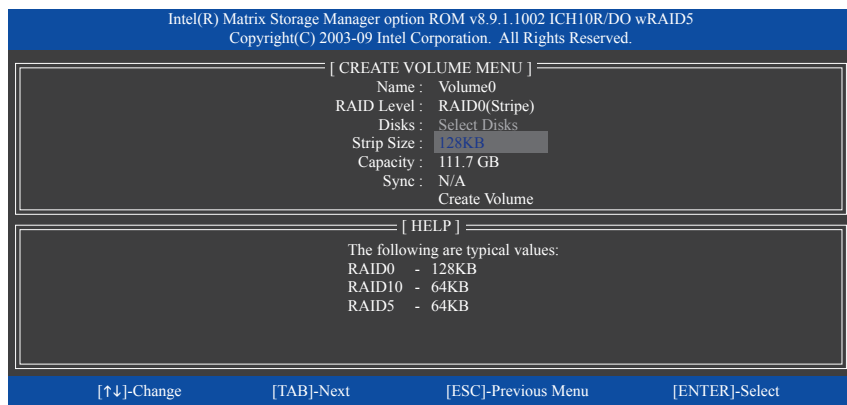

図 5
**Disks** アイテムの下で、RAID アレイに含めるハードドライブを選択します。取り付けられたドライブが 2 しかない場合、ドライブはアレイに自動的に割り当てられます。必要に応じて、ストライプブロックサイズ (図 5) を設定します。ストライプブロックサイズは 4 KB~128 KB まで設定できます。ストライプブロックサイズを選択してから、<Enter> を押します。